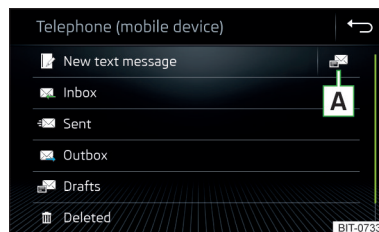

Fig. 144
➤ En el menú principal **Teléfono** pulse la superficie funcional , se visualiza el menú principal para mensajes de texto » fig. 144.
- Pulsar en el menú principal de los mensajes de texto la superficie funcional  » fig. 144 de la pág. 133.